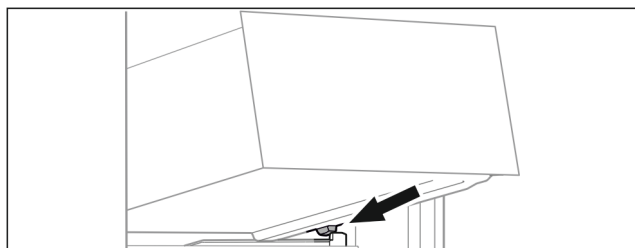

Fig. 138
- ▶ Stavite ladicu ukoso iza zaustavljača na žlijeb spremnika. (pogledajte Fig. 138)